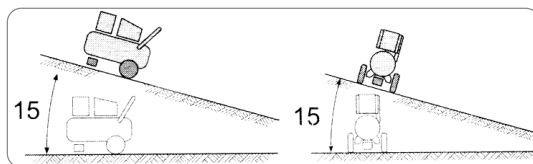

FIGURA 6.9
- Para evitar daños al compresor, hágalo funcionar únicamente sobre una base nivelada o como se recomienda a un máximo de 15° (Figura 6.9). Si el compresor funciona en un plano inclinado (máximo 15°), las ruedas deben estar calzadas para evitar que rueden.